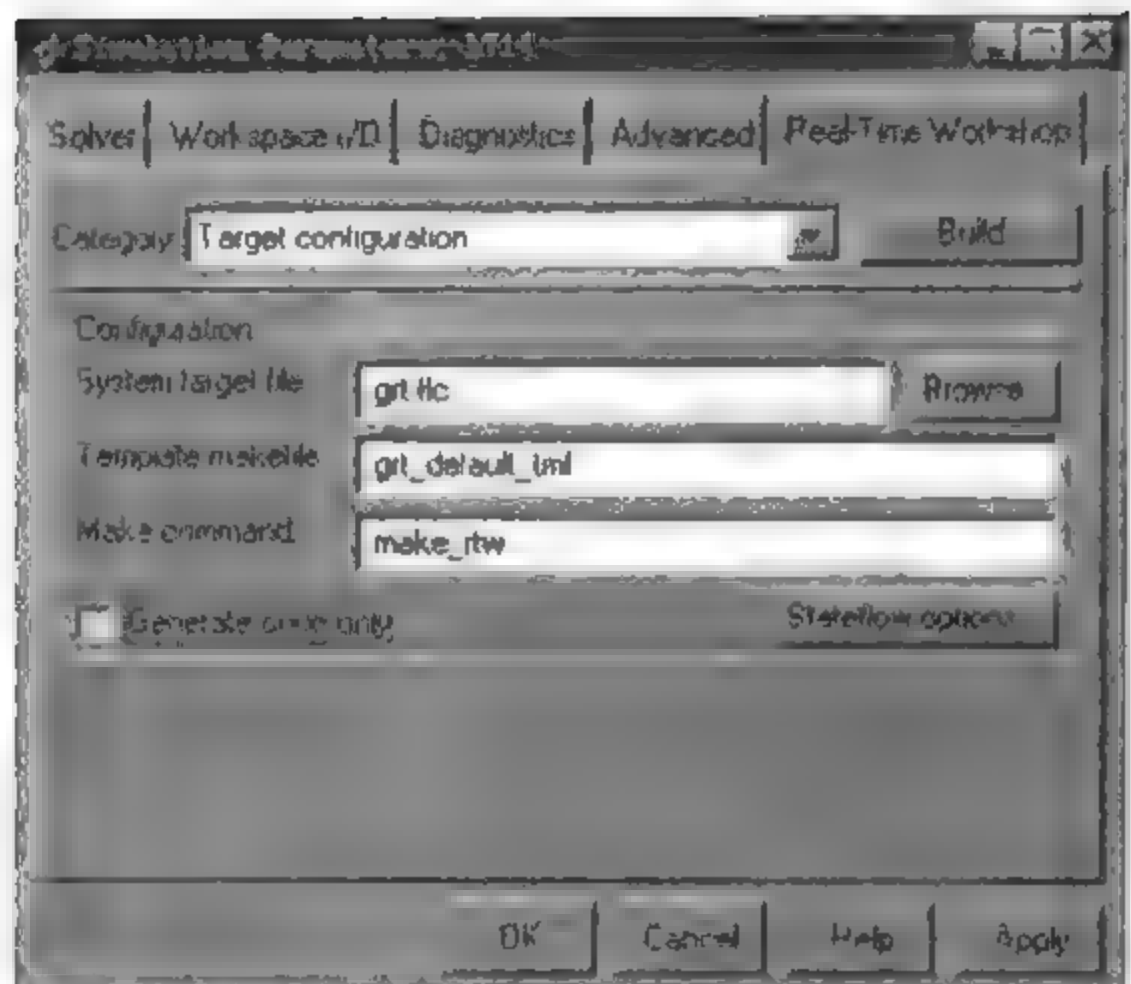

图 9-17 Real - Time Workshop 页设置
(4)在 Real Time Workshop 页,从 Category 菜单选择 Target configuration 选项。而至于系统目标文件(system target file),缺省情况下,应该指定为普通实时目标(即 grt.tlc),所以就不用修改。如果没有设定为 grt,读者可以从 Browse 打开的系统目标文件列表里选择它。最后完成的 Real Time Workshop 页应该如图 9-17 所示。